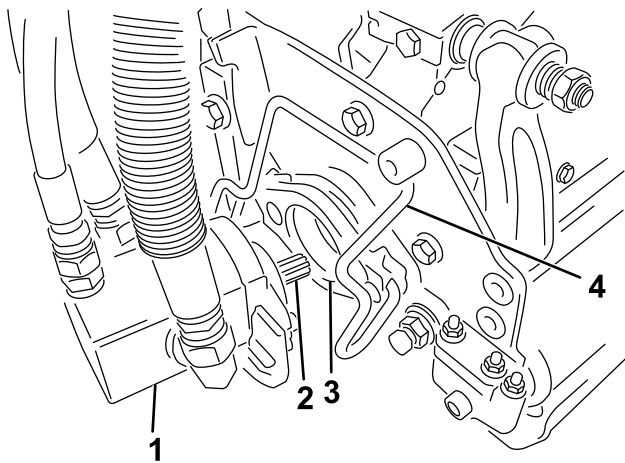

Figura 48
5. Revista o veio estriado do motor da unidade de corte com massa lubrificante limpa (Figura 48).
6. Insira o motor no lado esquerdo da unidade de corte (visto da posição do operador) e empurre a barra de retenção do motor na unidade de corte na direção do motor até ouvir um “clique” de ambos os lados do motor (Figura 48).